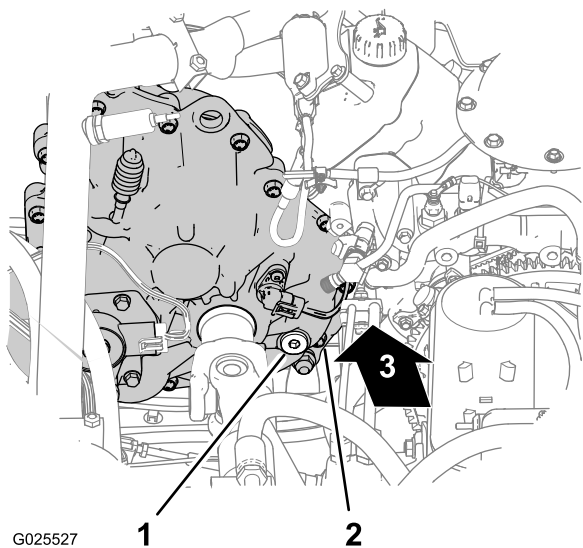
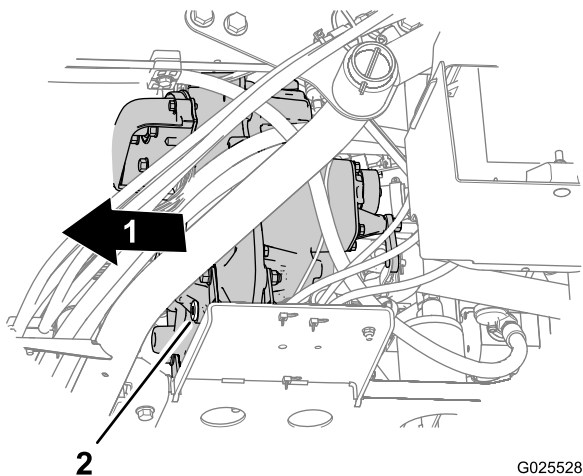

图58
图59
2. 找到变速箱后内侧区域的加油塞并找到变速箱前外侧区域的排放塞图58和图59。
3. 逆时针旋转加油塞并从加油口拔出然后从变速箱中取出 图58。
4. 对齐排油塞下的排放盘 图59。
5. 逆时针旋转排油塞并从排放口拔出然后从变速箱中取出 图59。
6. 安装排油塞 图59。
7. 通过加油口将 700ml Dexron VI 变速箱油加入变速箱 图58。
8. 安装加油塞 图58。